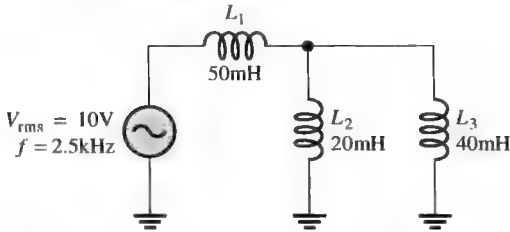

图 11-45
19. 求图 11-45 中的总电流有效值，试问流过 L_1 和 L_2 的电流分别是多少？
21. 求图 11-45 中电路的无功功率，忽略线圈电阻。